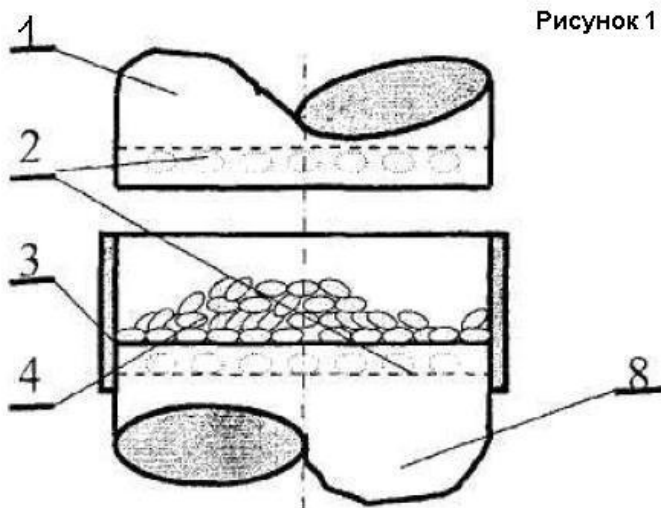

Рисунок 1
1) Зерно с оболочками (или цельное) моют с инерционным отделением механических примесей, сушат до обеспечения внутренней влажности 13-15%, отделяют от магнитных примесей и на специальном станке подвергают термообработке. Затем 8-12 грамм зерна крупы (4) (Рис.1) забрасывается в открытую камеру станка (1), образованную подвижной нижней нагревательной головкой (8) и охватывающим её стаканом (3). Нижняя головка (8) со стаканом (3) и порцией зерна перемещается вверх, при этом образуется замкнутая камера, ограниченная горизонтальными поверхностями нагревательных головок (2) и стаканом (3).